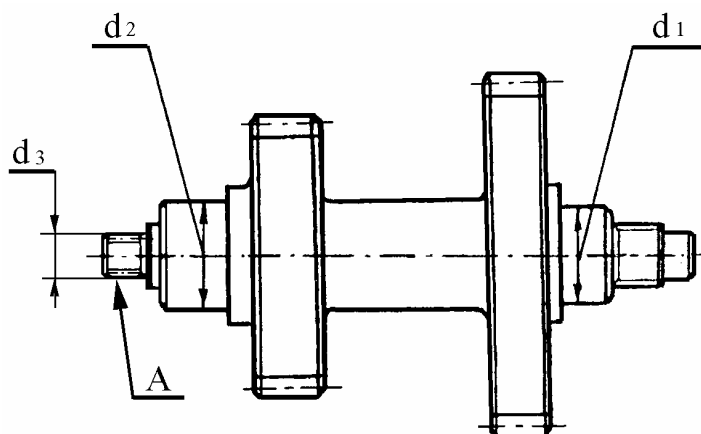

Рис.24. Вал промежуточный 2121-1802084-10, 2121-1802084-20, 21213-1802084-10:
4.6 ВАЛ ПРОМЕЖУТОЧНЫЙ 2121-1802084-10, 2121-1802084-20, 21213-1802084-10 (рис.24).